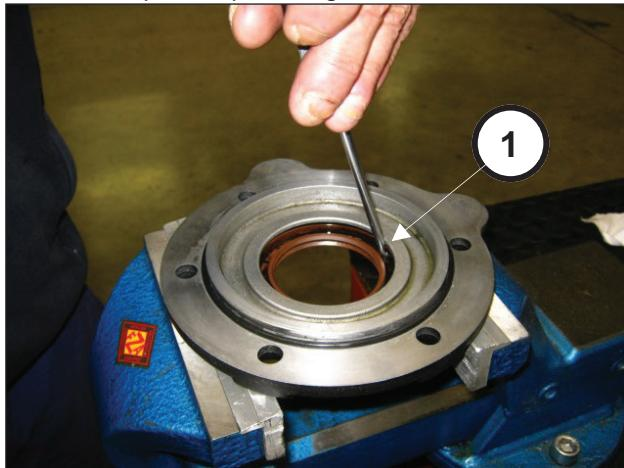

Fig. 9
Estrarre il paraolio dal coperchio pignone agendo dal lato interno del coperchio (pos. ①, Fig. 9).